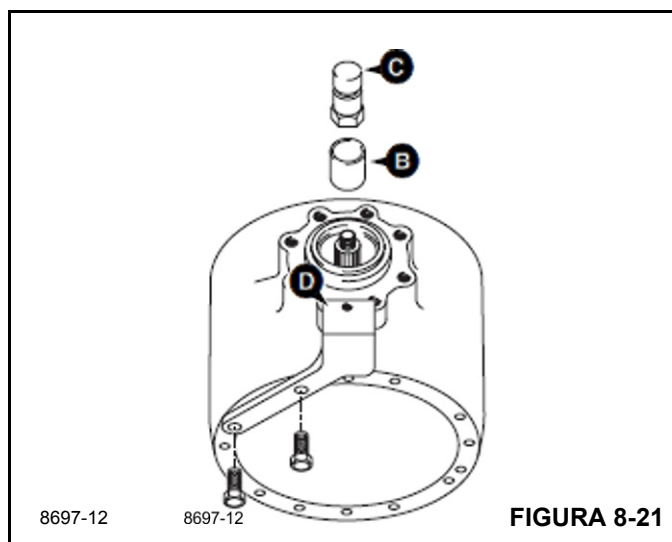

FIGURA 8-21
14. Instale a luva da ferramenta especial B (Figura 8-21) e o adaptador especial do eixo do pinhão C. Aperte o adaptador C com um torque de aproximadamente 50 Nm, certificando-se de que o pinhão esteja livre para girar e que haja uma folga, o que evitará qualquer dano ao rolamento. Neste momento, se o pinhão não estiver livre para girar ou não houver folga, verifique se o rolamento está instalado corretamente. Verifique também se o espaçador de tamanho correto foi instalado.